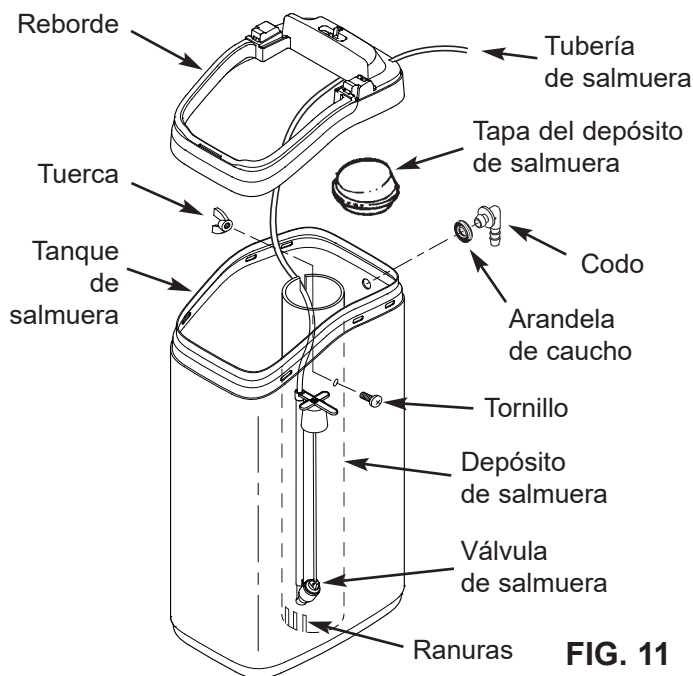

FIG. 11
- Vuelva a encajar a presión el reborde en el tanque de salmuera. (Vea la Fig. 11).
- Baje la válvula de salmuera para introducirla en el depósito. Introduzca la tubería en la ranura superior del depósito de salmuera (Fig. 11) y hágala salir por el orificio en la parte posterior del reborde.